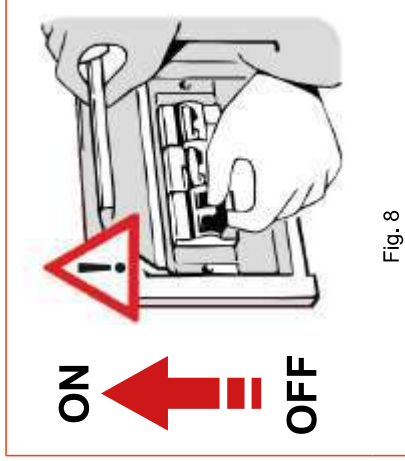

Fig. 8
- Si présent, mettre le disjoncteur de protection situé en amont de la prise de courant sur la position « ON » (Fig. 8).